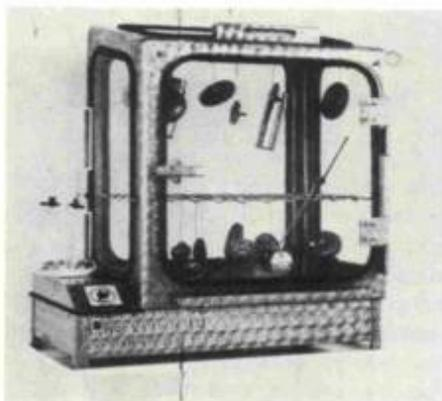

Fig. 14: Aparelhagem para ensaio com água de condensação com e sem SO2, conforme DIN 50 017 e DIN 50 018 (Fabricante Koehler KG, Lipperohle)
Um método de ensaio com a aparelhagem ilustrada na Fig. 14 já foi descrito em 1951 (1). Na Alemanha